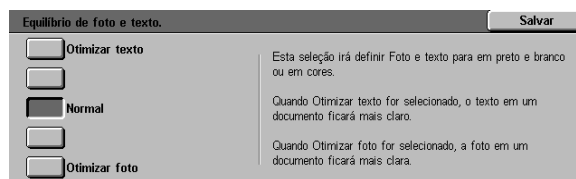

Figura 50: Equilíbrio de foto e texto
- Toque na caixa que indique a configuração apropriada do nível de qualidade de imagem para Equilíbrio de texto e foto, conforme ilustrado na Figura 50.